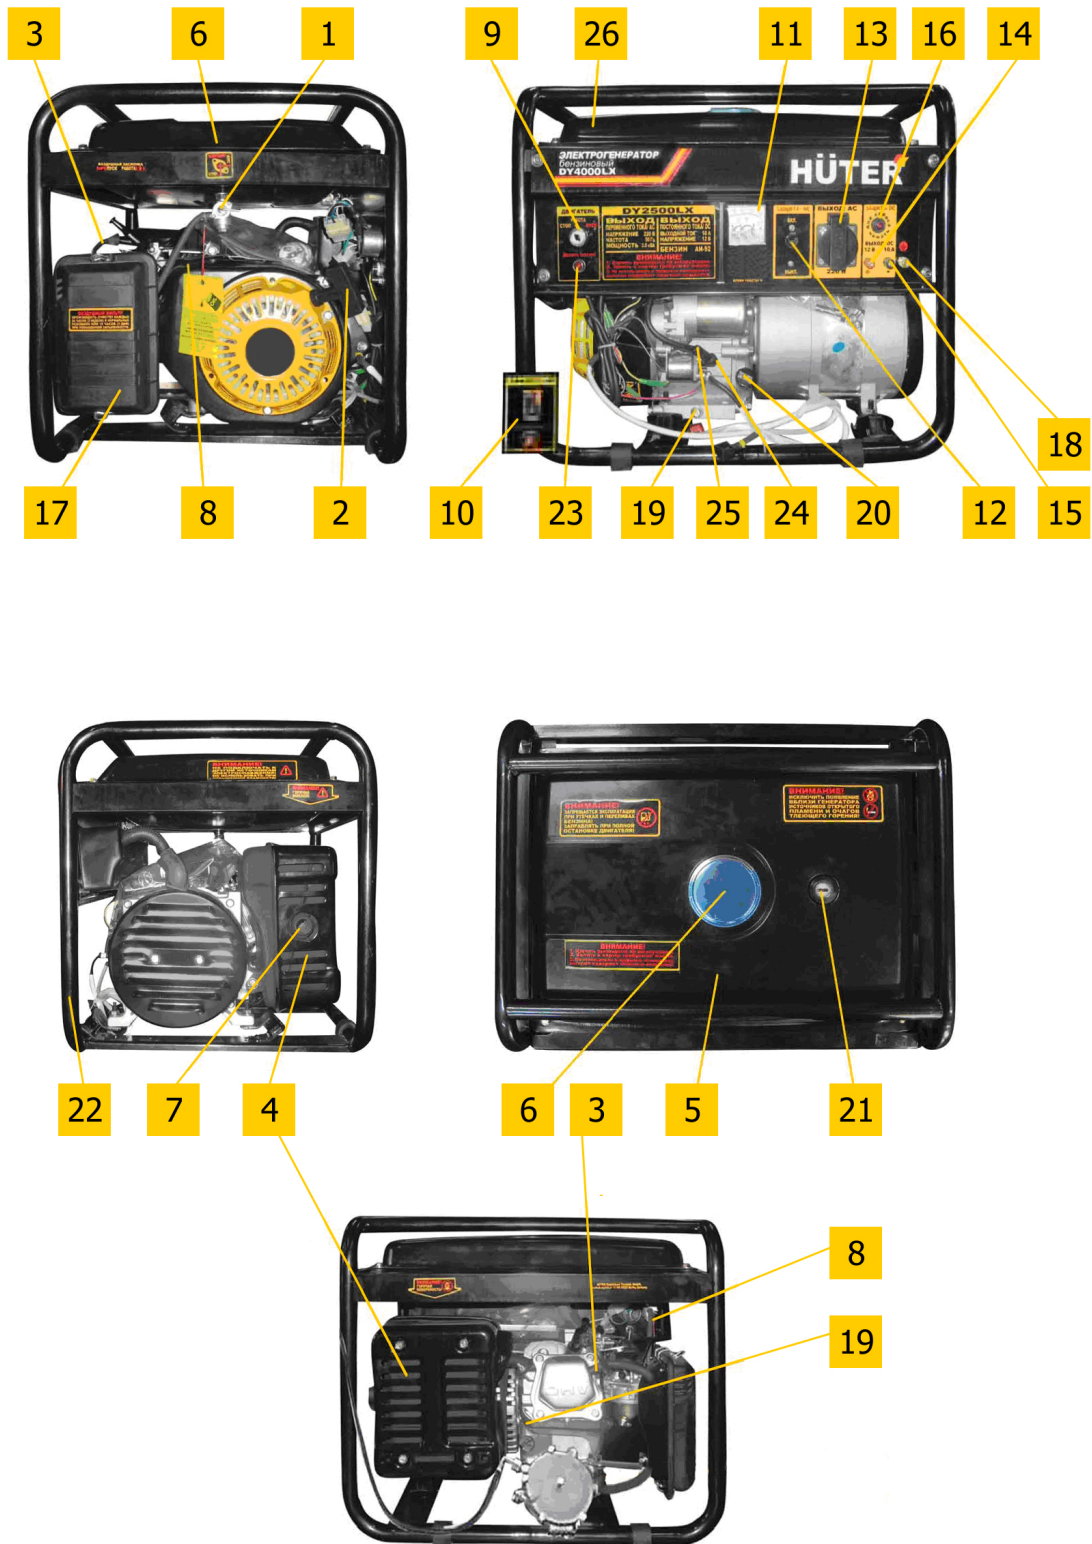

Рис. 1
- Вывинтить щуп (поз.20 рис.1) и залить в картер масло соответствующего типа (таблица 2) до нижнего края горловины. Вставить чистый сухой щуп в горловину картера и вынуть его. Проверить уровень масла: граница смоченной области щупа должна располагаться между отметками минимального и максимального уровней.
– При установке генератора следует подключить к резьбовой клемме (поз.18 рис. 1) проводник заземляющего устройства, удовлетворяющего требованиям раздела «Обеспечение требований безопасности».
- Отключить все потребители переменного тока от генератора, переведя рычаг автоматического выключателя (поз. 12 рис. 1) в отключенное положение «0», отсоединить потребители постоянного тока от клемм (поз. 14, 15 рис. 1).
- Открыть топливный кран (поз. 1 рис. 1, см. также рис. 3)
- Перевести рычаг управления воздушной заслонкой (поз. 8 рис. 1) в крайнее левое положение при пуске холодного двигателя и в промежуточное положение при пуске прогретого двигателя
- Перевести выключатель двигателя (поз. 9 рис. 1) в отключенное положение «0».
- Плавно вытянуть до упора трос ручного стартера за ручку (поз. 2 рис. 1) и вернуть в исходное положение (см. также рис. 2).
- Перевести выключатель двигателя (поз. 9 рис. 1) во включенное положение «1».
- При ручном пуске придерживая генератор за раму, резко с интенсивным усилием вытянуть трос стартера до упора (рис. 2), повторив действие несколько раз при необходимости. Если двигатель не запускается, следует изменить положение рычага воздушной заслонки, сдвигая его вправо тем больше, чем выше температура двигателя и окружающего воздуха, затем повторить пуск с помощью стартера. Включение электрического стартера производится поворотом ключа выключателя (поз.9 рис.1) в крайнее правое положение «пуск». Сразу после пуска двигателя отпустить ключ для обеспечения его самовозврата в среднее положение. При срабатывании защиты (поз.26 рис.1) нажать сброс после остывания автоматического выключателя.
- При работе на бензине после прогрева двигателя в течение времени около 10-40 секунд, в зависимости от начальной температуры, перевести рычаг заслонки (поз. 8 рис. 1) в крайнее правое положение, если при этом двигатель работает неустойчиво вернуть рычаг заслонки (поз. 8) в прежнее положение и обеспечить завершение прогрева.
- Подключить к разъемам генератора потребители, соответствующие требованиям раздела «Обеспечение требований безопасности». Полная мощность (сумма активной и реактивной мощностей) всех подключаемых потребителей в стационарном режиме не должна превышать значений номинальной мощности, указанных в Таблице 1. Не допускается длительное превышение номинальной мощности более, чем на 10% свыше номинального значения. Включить автоматический выключатель (поз. 12 рис. 1), установив его рычаг управления в положение «1».
- При работающем генераторе отключить автоматический выключатель (поз. 12 рис. 1), отсоединить потребители постоянного тока от клемм.
- Закрыть топливный кран (поз. 1 рис. 1).
- 6.1 Наличие и величина напряжения переменного тока индицируется и измеряется вольтметром (поз. 11 рис. 1).
- 6.2 Причиной отсутствия напряжения при работающем генераторе может служить срабатывание автоматических выключателей защиты цепей от перегрузки (поз. 12, 16 рис.1). В этом случае следует устранить причину перегрузки и нажать кнопку или клавишу сброса соответствующего автоматического выключателя после его остывания.